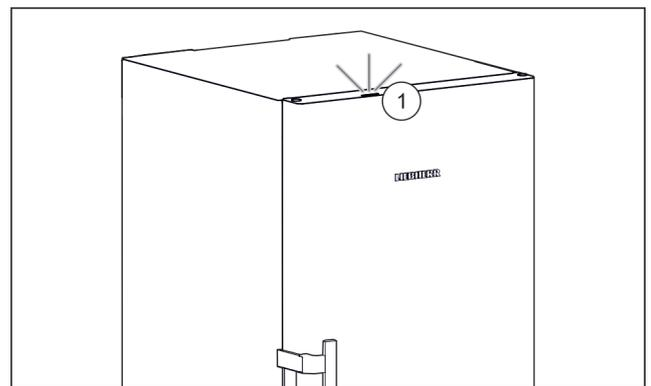

Fig. 4
Wenn Sie das Gerät in Betrieb nehmen, dann ist das Statuslicht Fig. 4 (1) werkseitig deaktiviert.\*